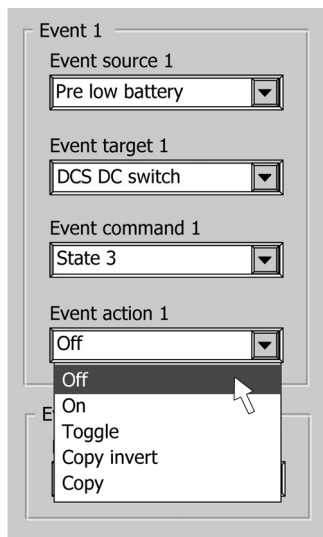

Abbildung 17
- 6 Wählen Sie schließlich die *Ereignismaßnahme*, bei der es sich um die Maßnahme handelt, die durchgeführt werden soll (Beispiel: „Aus“-Schalten) (Abbildung 17)